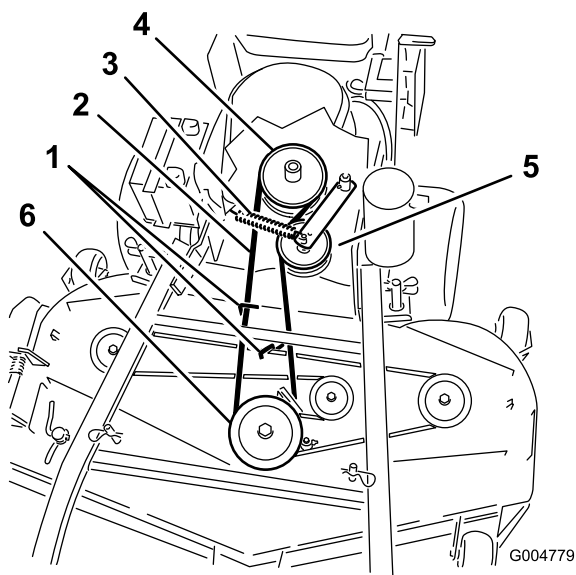

**Figure 49**
6. Décrochez le ressort du bras de la poulie de tension pour réduire la tension sur le bras et la poulie de tension, puis enlevez la courroie usagée (Figure 48 ou Figure 49).
7. Placez une courroie neuve autour des deux poulies d'axe extérieures, de la poulie de tension et dans la gorge inférieure de la poulie d'axe double (Figure 48 ou Figure 49).
8. Raccrochez le ressort du bras de tension (Figure 48 ou Figure 49).
10. Réglez l'écartement entre le guide et la courroie à 3 mm (1/8 po) (Figure 48 ou Figure 49).